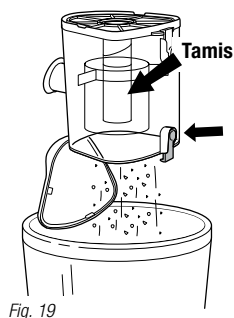

Fig. 19
- 3 Si nécessaire, mettre le récipient à poussière à l'envers au-dessus de la poubelle et presser le bouton de dégagement de la porte supérieure. **(Fig. 19)** Tapez doucement pour le vider.